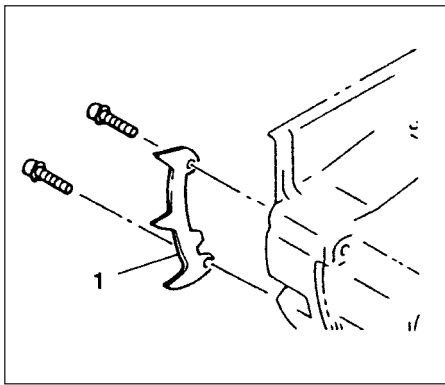

Fig.1-0
\* Monter barkstøtten (1) (hvis utstyrt slik) til enheten med de to skruene. (Fig. 1-0)